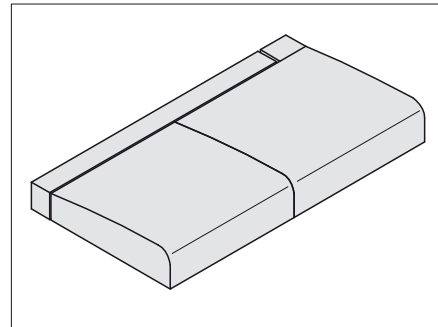
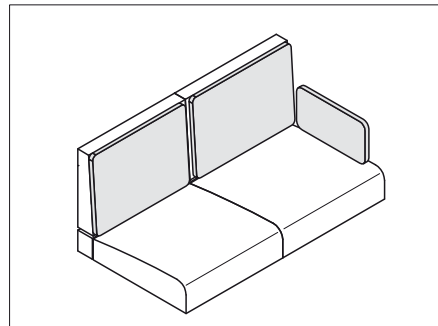

Bild 215 Positionera säten
Bild 217 Dynor för ryggstöd
- Lägg på sits-, ryggstöds- och extradynor så som visas på Bild 215 till Bild 217.